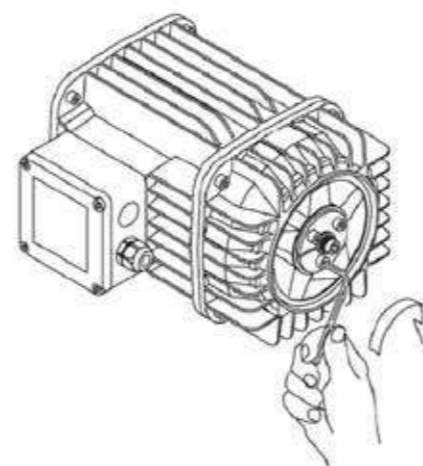

fig.129
7. Ricollocare le tre viti nella sede originale sulla ghiera riavvitandole sul ceppo. (fig.129)